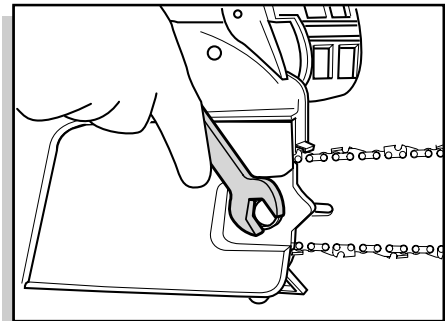

fig. 6
- Parafuse bem a porca de fixação da barra com a chave de parafuso fornecida (fig. 6).